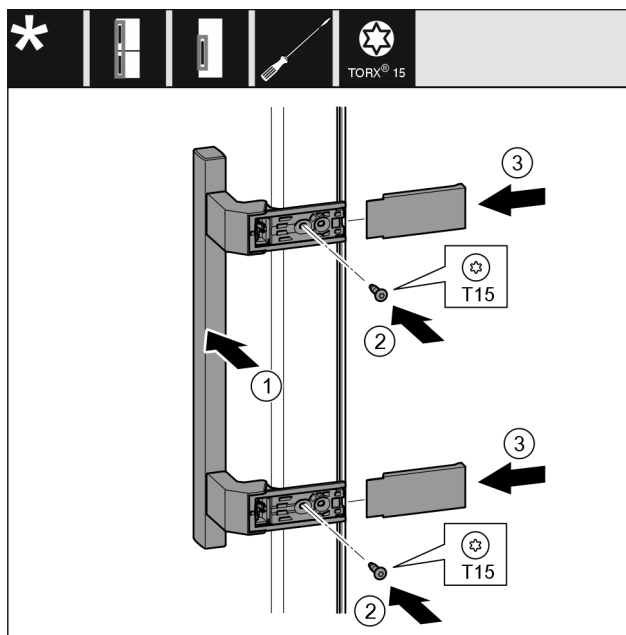

Fig. 20
- Applicare la maniglia Fig. 20 (1) sul lato opposto.
- Stringere le viti Fig. 20 (2) con un cacciavite.
- Applicare le coperture Fig. 20 (3) lateralmente e spingerle in sede.